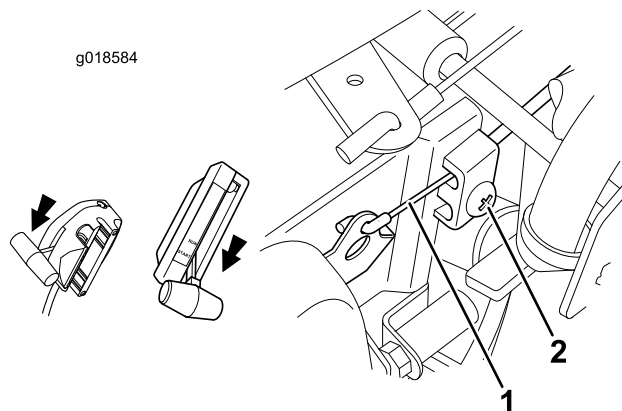

図 3
1. ハンドルバーからスロットルコントロールを外す。外したビス類はすべて保管する（図 1）。エンジンについているスロットルコントロール用クランプをゆるめ、クランプから外側ケーブルを外し、レバーから内側ケーブルを外す（図 3）。
7. スロットルコントロールを始動位置にセットする (図 3)。